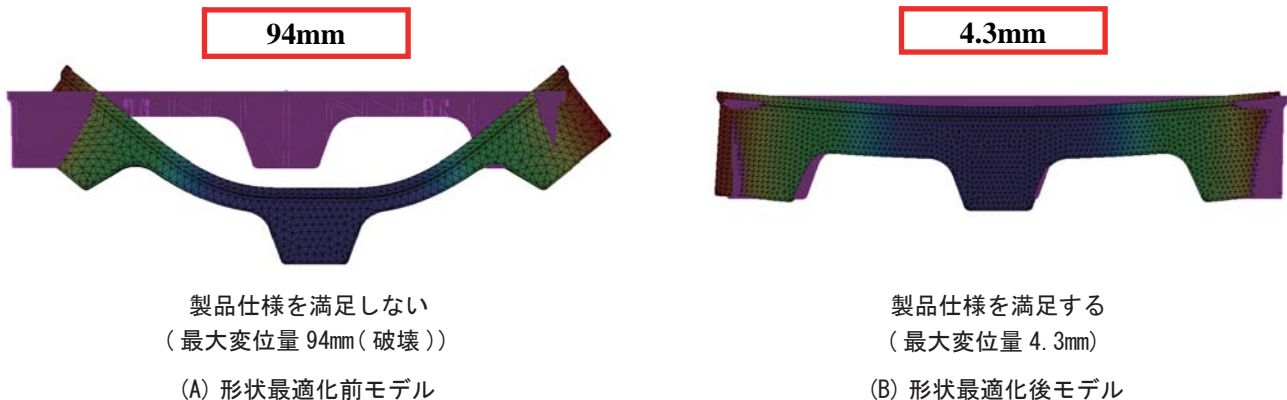

図 1 プラスチック製平パレットの形状最適化
**【活用事例 1】** プラスチック製平パレットの形状最適化 (図 1 参照)